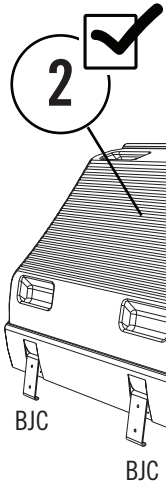
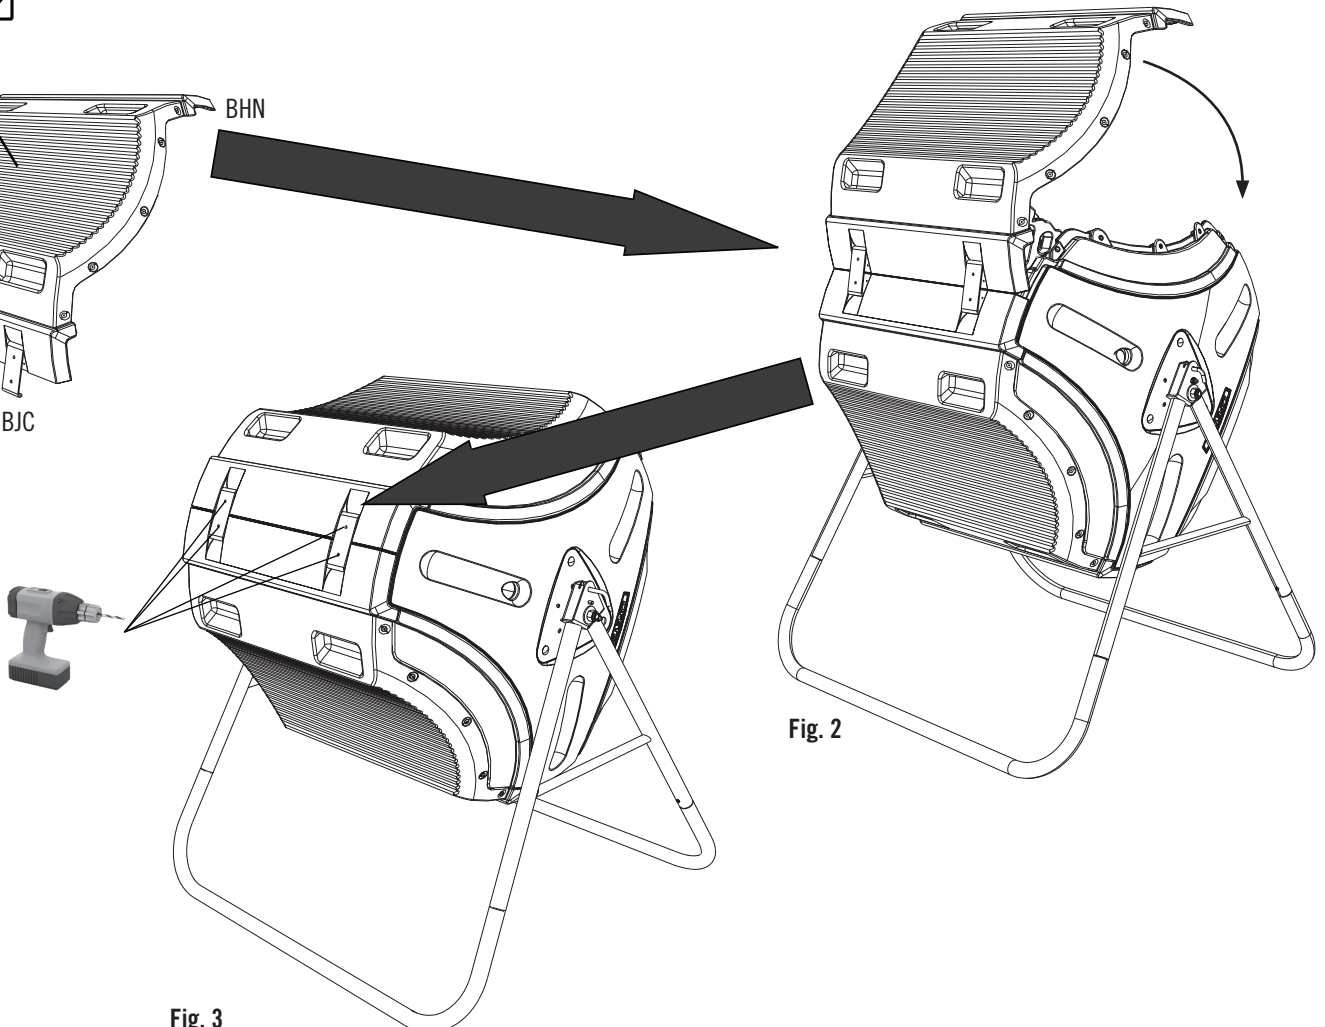

Fig. 1
Fig. 2
- Attach two **Brackets (BJC)** to the end of the second of the two (2) **Panels (BHN)** you drilled in **Step 2.1 (Fig. 1)**. Then, attach the two Brackets to the Panel you attached in **Step 2.10 (Fig. 2)**. Lay the Panel down onto the two Side Panels, and drill holes through the Brackets and the Panels (**Fig. 3**).
- Attacher deux **supports (BJC)** au bord du deuxième des deux (2) **panneaux (BHN)** percés dans l'étape 2.1 (**Fig. 1**). Ensuite, attacher les deux supports au panneau attachés dans l'étape 2.10 (**Fig. 2**). Enfin, mettre le panneau sur les deux panneaux latéraux, et percer les supports et les panneaux (**Fig. 3**).
- Sujetar dos **soportes (BJC)** al borde del segundo de los dos (2) **paneles (BHN)** taladrados en el **paso 2.1 (Fig. 1)**. Entonces, sujete los dos soportes al panel que sujetó en el **paso 2.10 (Fig. 2)**. Por último, extender el panel en los dos paneles laterales, y taladrar por los soportes y los paneles (**Fig. 3**).